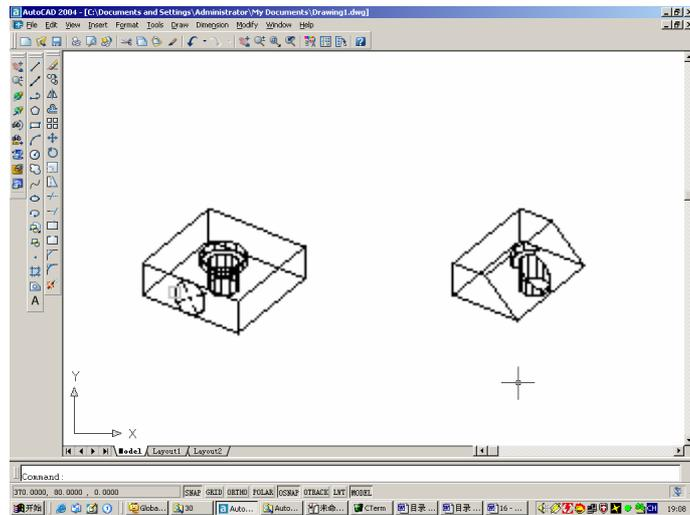

图 16-36 用指定的平面在实体上切开实体
(3) Object。用指定实体所在平面切开实体, 如图 16-36 所示。